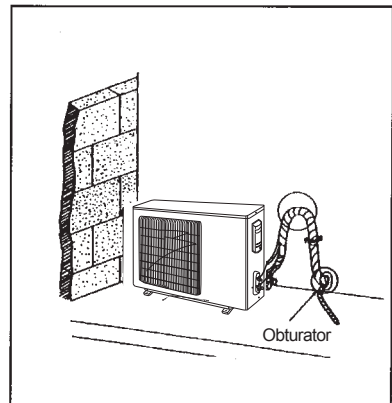

Fig.19
În cazul în care unitatea de exterior este montată mai sus decât cea de interior (Vedeți Fig.19)
- (1). Evacuarea ar trebui să fie făcută de jos în sus.
- (2). Toate țevile sunt legate împreună cu bandă și ar trebui de asemenea să fie prevăzute cu sifon pentru a împiedica apa să se întoarcă în încăpere (Vedeți Fig.19)
- (3). Fixați toate țevile de perete cu brățări.